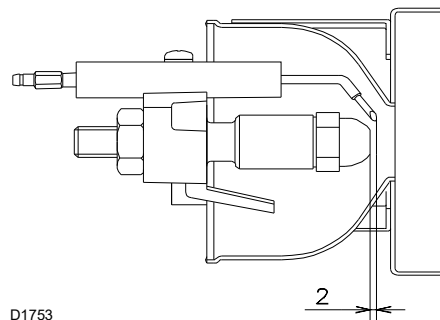

Рис. 12
- Проверьте, чтобы электроды были расположены, как показано на Рис. 12.